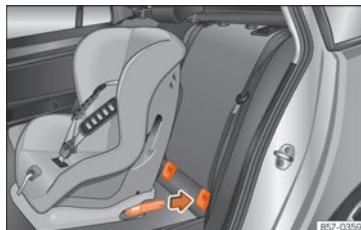

Fig. 24 Bagsæde: montering af børnesæde med ISOFIX-system
- Sæt børnesædet på "ISOFIX-/iSize"-holdeøjerne, indtil du hører, at børnesædet går i hak » Fig. 24. Hvis børnesædet er udstyret med Top Tether*-fastgørelse, skal det fastgøres i det pågældende øje » Side 33. Følg producentens anvisninger.